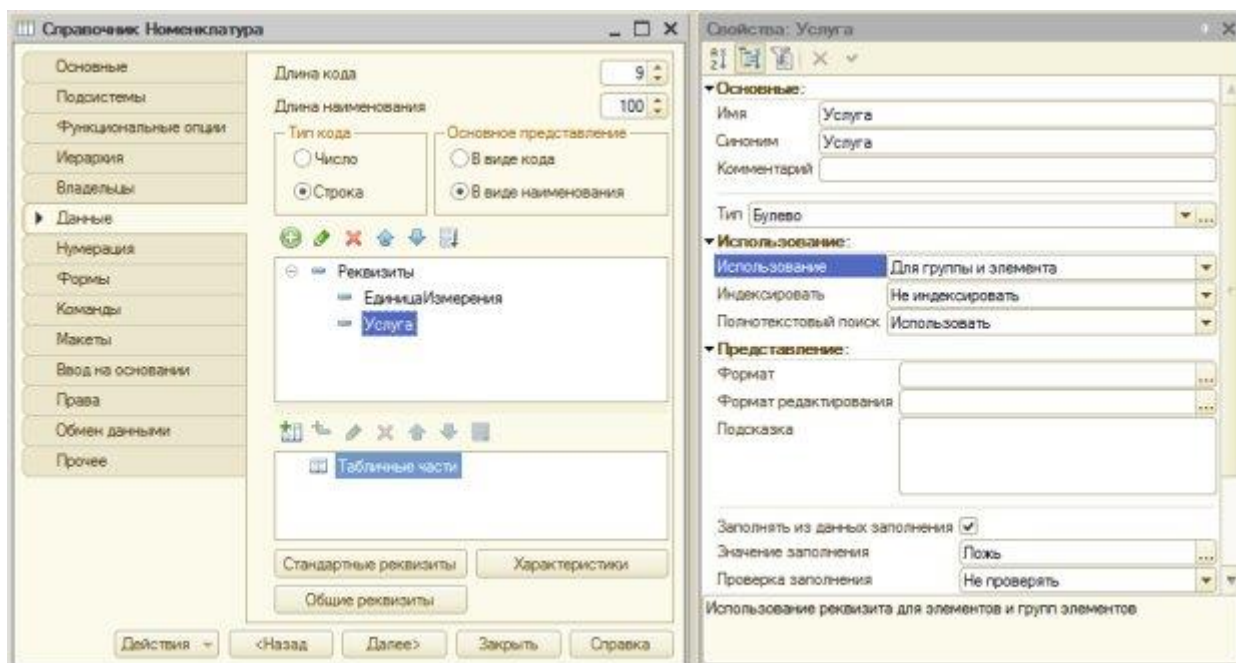

Рисунок 6.2- Состав реквизитов справочника «Номенклатура»
3. На вкладке **Данные**, Рисунок 6.2, добавим следующие реквизиты: